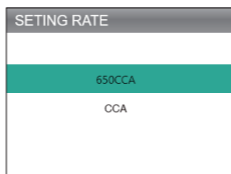

Figura 4.2.5
5. Ingresar el CCA usando las teclas de flecha (Arriba y Abajo) y presiona [OK] para iniciar la prueba (Ver la Figura 4.2.5).